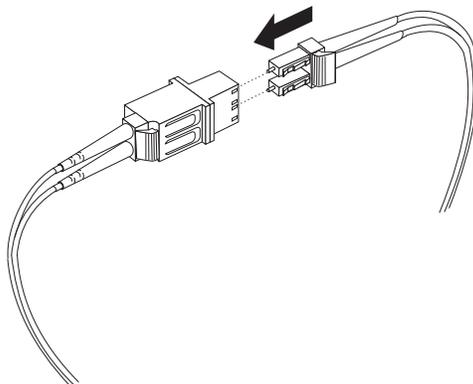

Figure 26. Connexion d'un câble LC-LC à un câble adaptateur LC-SC
4. Insérez délicatement l'autre extrémité du câble LC-LC dans le connecteur LC du câble adaptateur LC-SC, comme illustré dans la figure 26. Enfoncez le connecteur jusqu'à ce qu'un clic se fasse entendre.